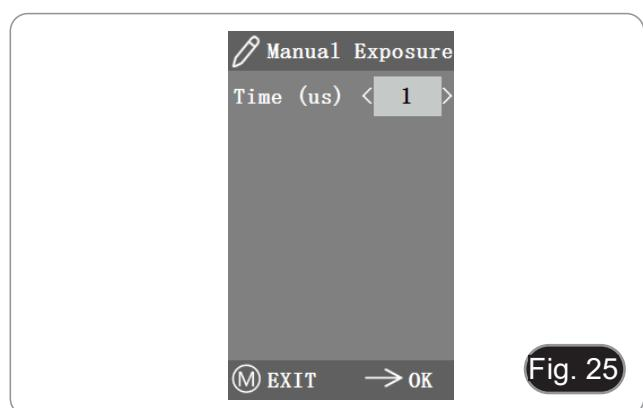

Fig. 25
- Bei der manuellen Belichtung können Sie die Belichtung auch über den Wert der "Belichtungszeit" einstellen. (Fig. 25)